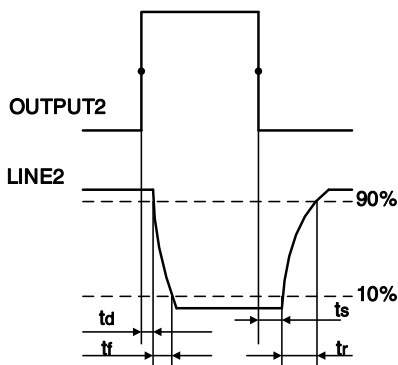

图 7-24 Line2 输出电路参数
- 上升沿延时=td+tf: <20μs (0°C~45°C)，参数说明见图 7-24
- 下降沿延时=ts+tr: <20μs (0°C~45°C)，参数说明见图 7-24